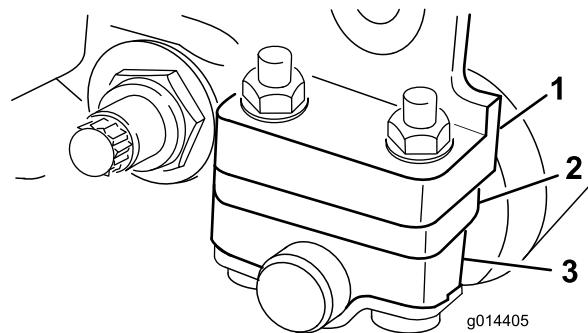

Figura 8
1. Ajuste los soportes del rodillo trasero al intervalo de alturas de corte deseado colocando la cantidad necesaria de espaciadores debajo de la brida de montaje de la placa lateral (Figura 8), según lo indicado en las Tablas de selección de alturas de corte y contracuchillas (página 12).